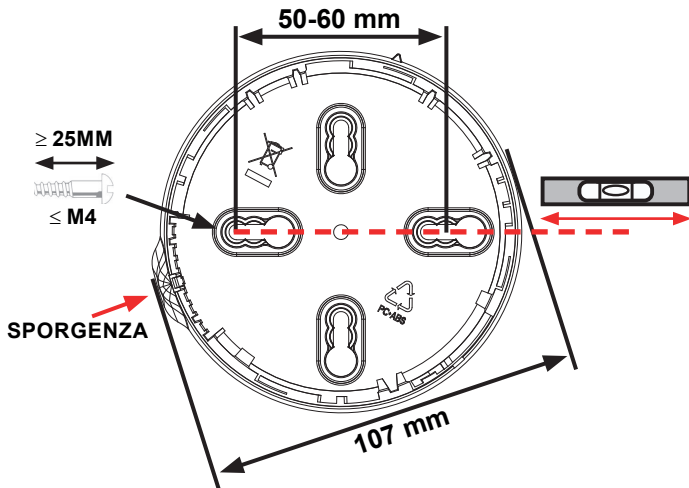

Figura 2: Ancoraggio della sirena alla base
Nella Figura 2 sono riportati i dettagli di ancoraggio della sirena sulla base.
- 3) Ancorare la sirena alla base (come indicato nella **Figura 2**).